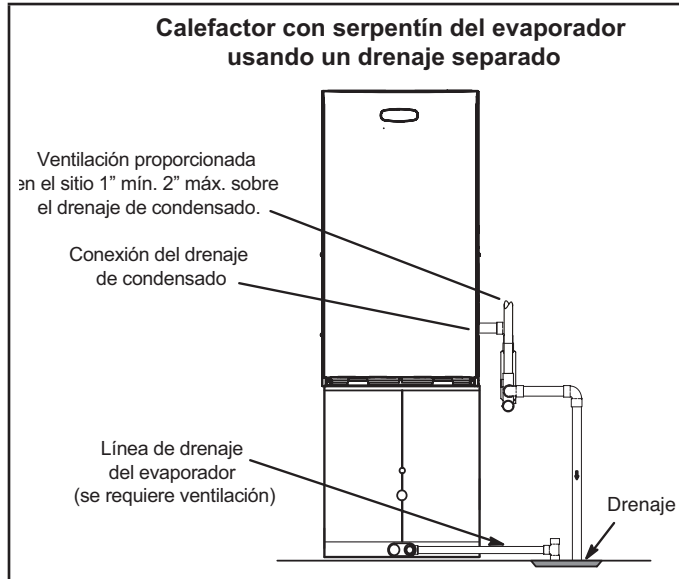
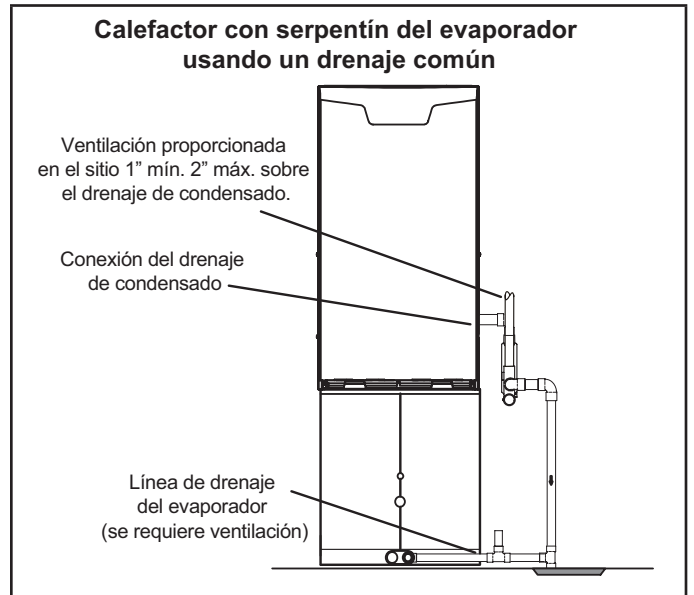

FIGURA 40
FIGURA 41
- 4 - La FIGURA 40 muestra el calefactor y el serpentín del evaporador usando un drenaje separado. Si es necesario, la línea de condensado del calefactor y el serpentín del evaporador se pueden drenar juntas. Ver la FIGURA 41 y la FIGURA 42. La ventilación proporcionada en el sitio debe ser de un largo mínimo de 1" hasta un largo máximo de 2" arriba de la conexión de la salida de drenaje de condensado.